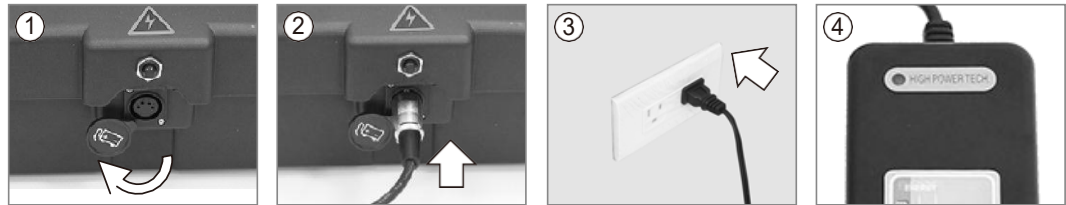

Figura 32
- Puerto de carga de la caja de baterías (Figura 32)